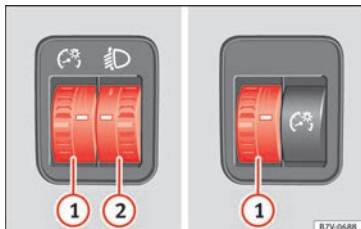

Abb. 140 Neben dem Lenkrad: Regler für Instrumenten-/Schalterbeleuchtung ① und Leuchtweitenregulierung ②.
» **Abb. 140** ① regulieren.
② Leuchtweitenregulierung
Die Leuchtweitenregulierung » **Abb. 140** ② passt je nach Einstellwert die Lichtkegel der Scheinwerfer stufenlos dem Beladungszustand des Fahrzeugs an. Dadurch hat der Fahrer bestmögliche Sichtverhältnisse und der Gegenverkehr wird nicht geblendet » **▲**.
Zum Einstellen Regler » **Abb. 140** ② drehen: